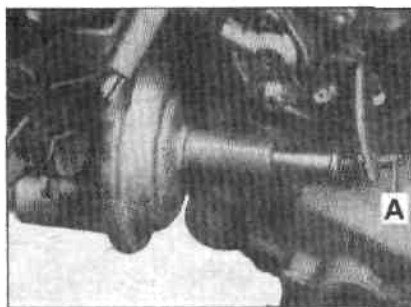

Рис. 3.45 Штанга толкателя диафрагмы (А) и винт регулировки быстрого хол. хода (В) - карбюратор 2Е2 (Глава 14)
- (а) Проверьте, чтобы винт регулировки быстрого хол. хода (В на рис. 3.45) только касался штанги толкателя диафрагмы (А)
52 Соедините тахометр с двигателем. Запустите двигатель и проверьте, чтобы повышенная частота холостого хода соответствовала данным в Спецификациях, если нет, поверните винт регулировки тяги по мере необходимости (рис. 3.45). В заключение нанесите изолятор на резьбу, заблокировав винт в этом положении.